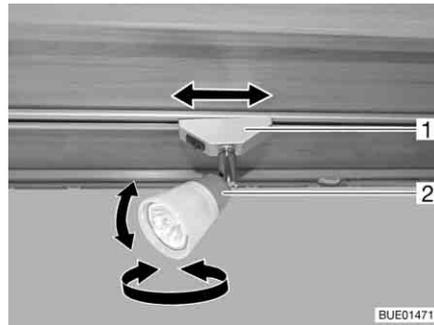

Fig. 49 Spot
*Tourner :* ■ Saisir le boîtier (Fig. 49,2) et le tourner.
*Faire coulisser :* ■ Attraper le support (Fig. 49,1) le faire pivoter d'environ 45°.
*Enlever :* ■ Attraper le support (Fig. 49,1) et le faire pivoter d'environ 90°.